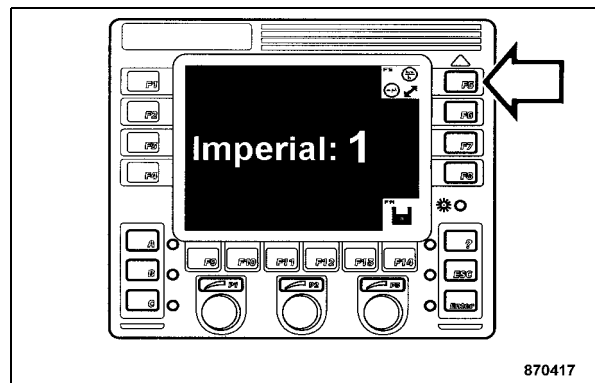

Fig. 81
- Appuyer sur la touche "F5" (Fig. 81) et sélectionner les unités de mesures.